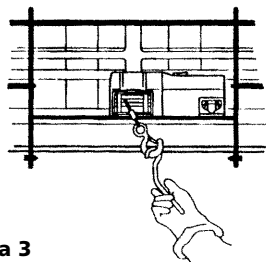

Figura 3
7. NUNCA USE EL CABRESTANTE CON MENOS DE 5 VUELTAS de cable de alambre en el tambor, ya que es posible que el cable de alambre y su sujeción no resistan la carga completa. Siempre use la barra para manos cuando guíe el cable de alambre hacia adentro o afuera (ver la Figura 3).